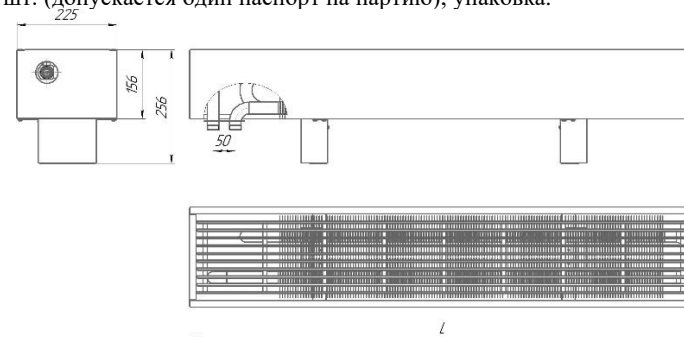

Рис. 1 – Конвектор ТЕPLA Neo Expro 156(B)x225(Г).
- 1.3. Конвекторы выпускаются в концевом или проходном исполнении, с патрубками для подвода теплоносителя, расположенными с правой или левой стороны прибора, концы присоединительных патрубков гладкие (под сварку) или с раструбами с резьбой наружной G 3/4" (НР ¾) или с резьбой внутренней G 1/2" (ВР ½), габаритные и присоединительные размеры указаны в рис. 1.